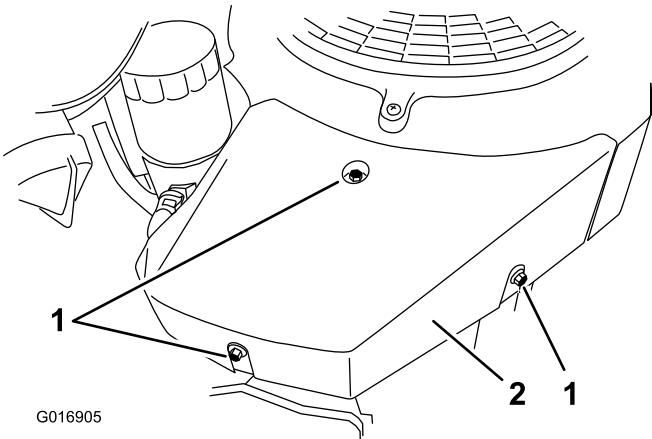

Figura 73
3. Retire la cubierta de la derecha retirando el tornillo de montaje superior y afloje los dos tornillos laterales (Figura 73).
4. Retire el tornillo de montaje superior y afloje los dos tornillos laterales de la cubierta de la izquierda (Figura 73).